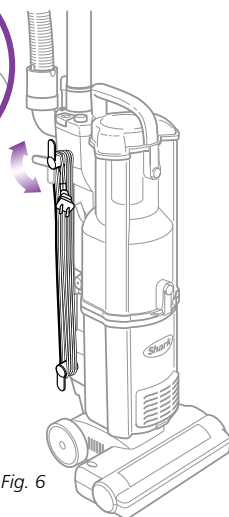

Fig. 6
- 6 Al guardar su aspiradora, enrolle el cable de alimentación alrededor de los soportes para el cable y asegúrelo con el gancho. (Fig. 6)